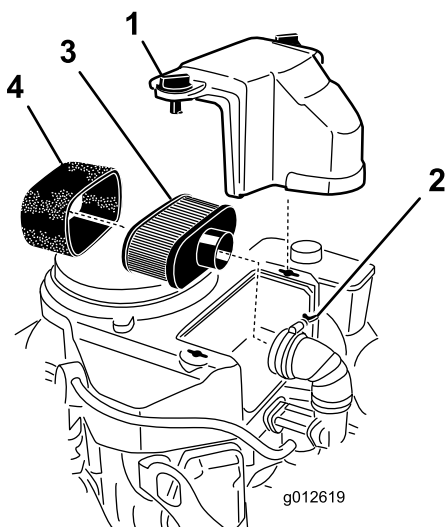

Figura 38
3. Curățați în jurul filtrului de aer pentru a preveni pătrunderea murdăriei în motor și a evita deteriorarea (Figura 38).
4. Slăbiți uruburile capacului și scoateți capacul filtrului de aer (Figura 38).
5. Slăbiți clema furtunului și scoateți ansamblul filtrului de aer (Figura 38).
6. Trageți cu grijă elementul din spumă de pe elementul din hârtie (Figura 38).
1. Curăță elementul din hârtie lovindu-l ușor pentru a îndepărta praful. Dacă este foarte murdar, înlocuiește elementul din hârtie (Figura 38).
1. Glisai cu grijă elementul din spumă pe elementul din hârtie (Figura 38).
2. Amplasă ansamblul filtrului de aer pe baza filtrului de aer sau furtun i fixă-l (Figura 38).
3. Montă capacul filtrului de aer i strânge uruburile capacului (Figura 38).